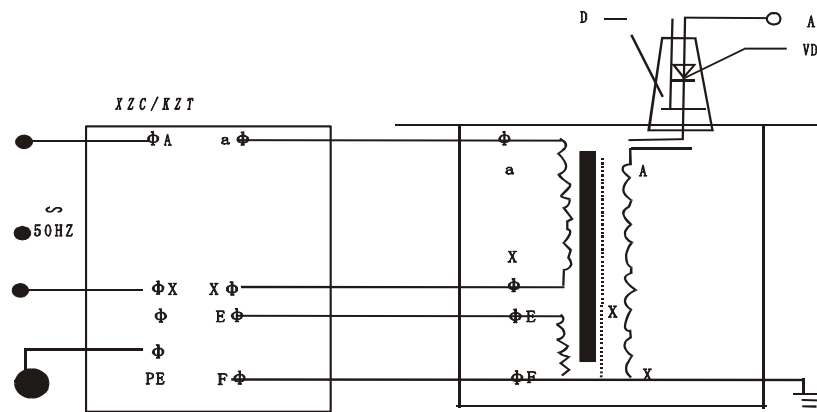

图 4 单台 TQSB 交直流试验变压器原理图
2、单台 TQSB 试验变压器工作原理图见图 4，图中高压套管中装有高压硅堆，串接在高压回路中作半波整流，以获得直流高电压。当用一短路杆将高压硅堆短接时，可获得工频高电压，作为交流输出状态，取消短路杆时，作为直流输出状态。